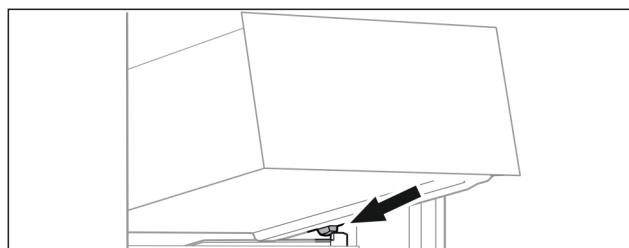

Fig. 96
- Predal postavite v poševnem položaju za zaustavljalniki na nastavek za posodo. (glejte Fig. 96)